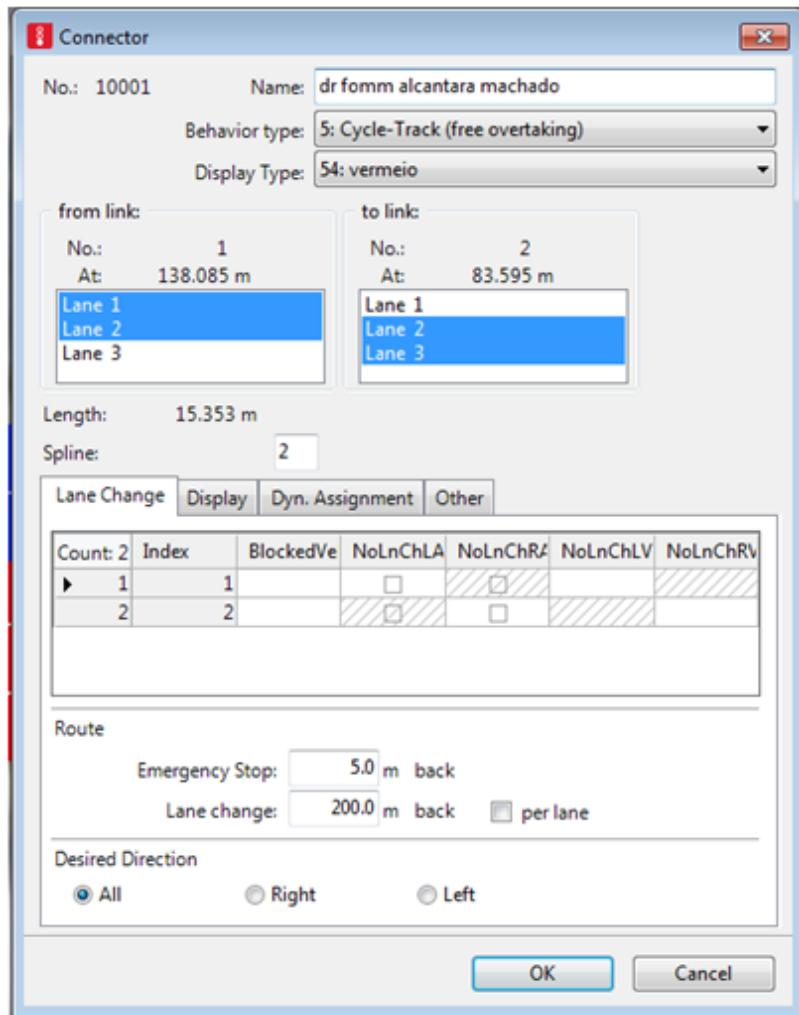

Figura 14
23. Repita o procedimento de criar um conector entre a Rua Dr. Fomm e a Av. Alcântara Machado (Faixas 1 e 2 da R. Dr. Fomm ligadas às Faixas 2 e 3 da Alcântara Machado), conforme figura 14. Gere as curvas do mesmo modo do item 20. A faixa 1 da Av. Alcântara M. será uma faixa de ônibus.